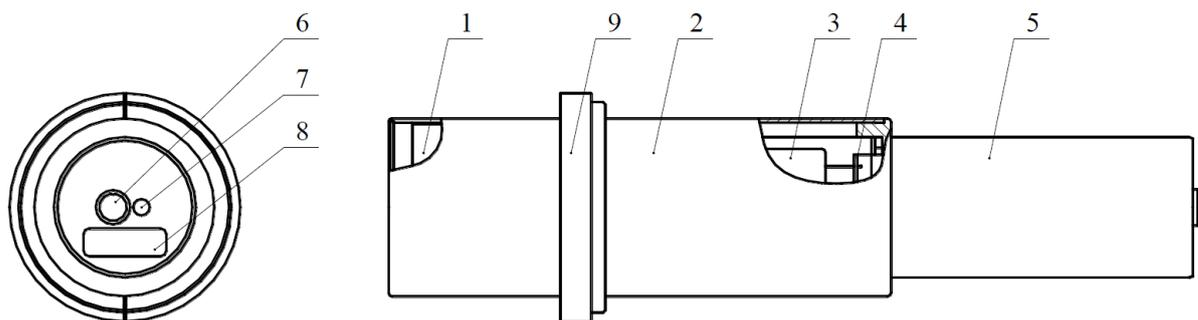
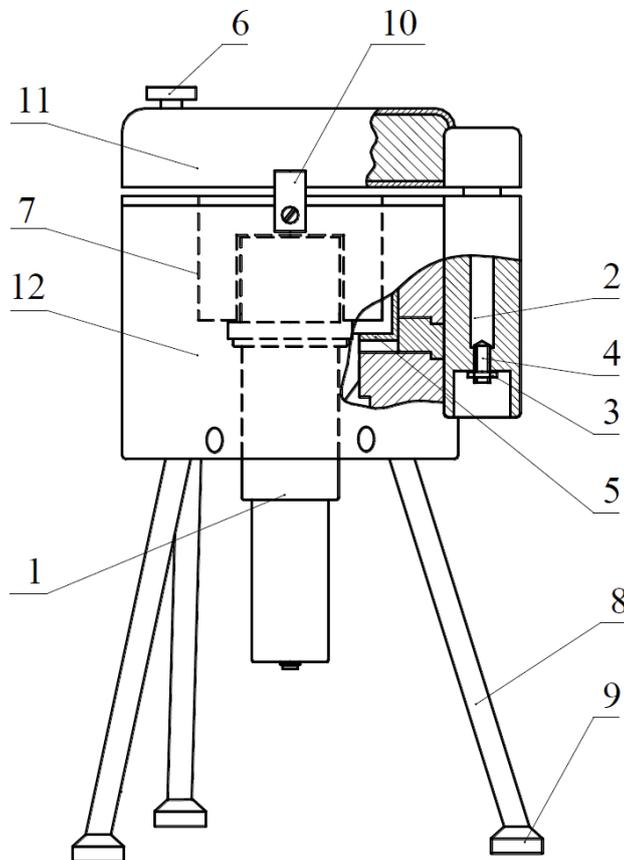

図 2-2
図 2-3
検出器ユニット BDKG-11C (図 2-2)は円柱形で金属製です。固定用リング部はネジ止めされています。検出器ユニットには簡易的な防水になっており、塗装などで保護されているためアルコールを使ったクリーニングを行うことができます。
鉛容器ユニット(図 2-3)は、重さ 125 kg です。持ち運び・移動は3人程度の人数で行ってください。
2. 輸送ボックスから鉛遮蔽容器、足(8：図 2-3)、ピン(2：図 2-3)、足サポート(9：図 2-3)を取り出してください。
4. 寝かせた状態で3本の足(8：図 2-3)を取り付けてください。
6. 足サポート(9：図 2-3)を3脚の下に置いてください。
7. ピン(2：図 2-3)を鉛遮蔽容器に差し込み、フタ(11：図 2-3)を置きます。
8. フタと鉛遮蔽容器の隙間は、1～2mm になるようにナット(3：図 2-3)、ボルト(4：図 2-3)を調節します。この隙間には指が挟まりやすいので気を付けてください。
12. 検出器ユニット BDGK-11C の固定リング(5：図 2-2)が、鉛遮蔽容器の底部(5：図 2-3)に収まるように入れます。